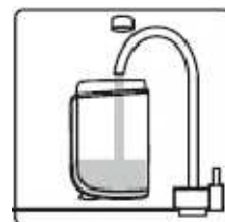

fig.14
2. Dévissez le bouchon du réservoir et remplissez-le d'eau. (fig.14)